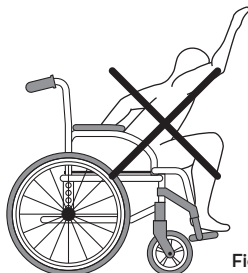

Fig 6
- El cuerpo y la cabeza deben permanecer en los límites de la silla de ruedas. **[Fig. 6]**